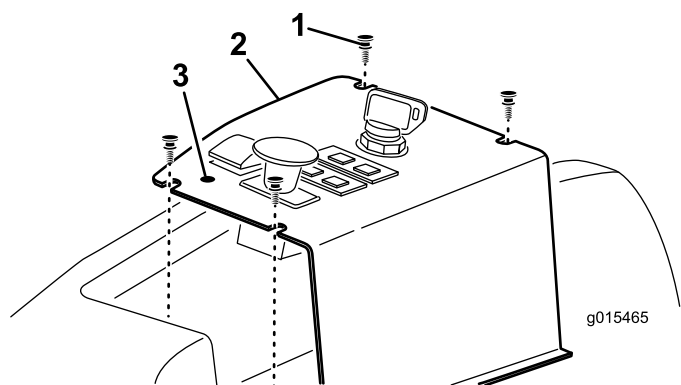

Figura 12
1. Localize e fure cuidadosamente o autocolante do painel de controlo, na frente do interruptor de ELEVÇÃO, para expor o furo de montagem da alavanca de BLOQUEIO DE ELEVÇÃO (Figura 12).
- Retire os 4 parafusos que fixam o painel de controle à máquina (Figura 12).